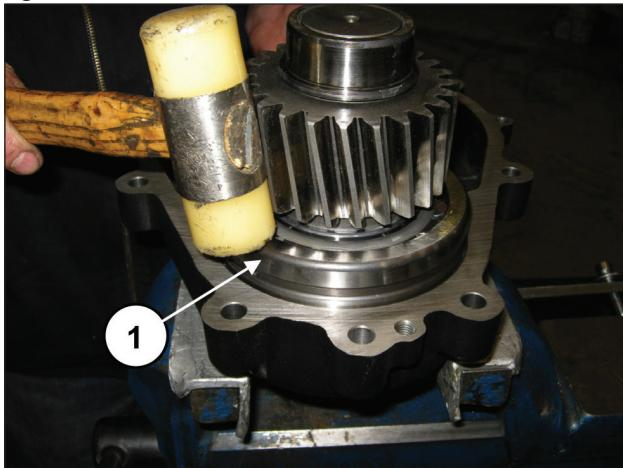

Fig. 87
Introducir el piñón premontado en el alojamiento de la tapa del reductor utilizando una herramienta de percusión (pos. ①, Fig. 87).